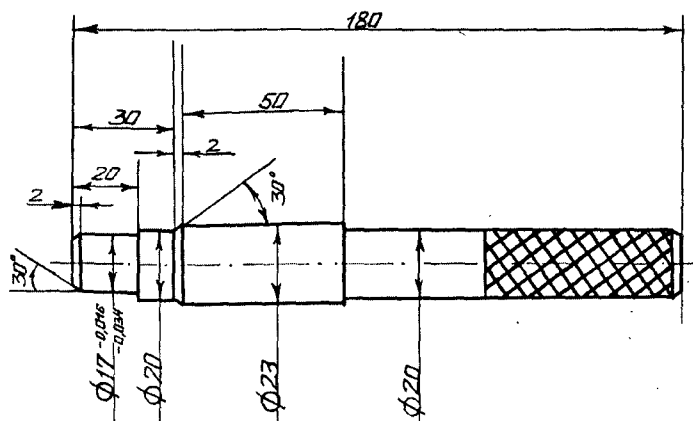

Рис. 115 Оправка для установки ведомого диска
- при установке необходимо сцентрировать ведомый диск по отношению к оси коленчатого вала. Для этого в шлицевое отверстие ведомого диска вставить специальную оправку (рис. 115) таким образом, чтобы ее конец вошел в шарикоподшипник маховика. Для этой цели можно также использовать запасной первичный вал;